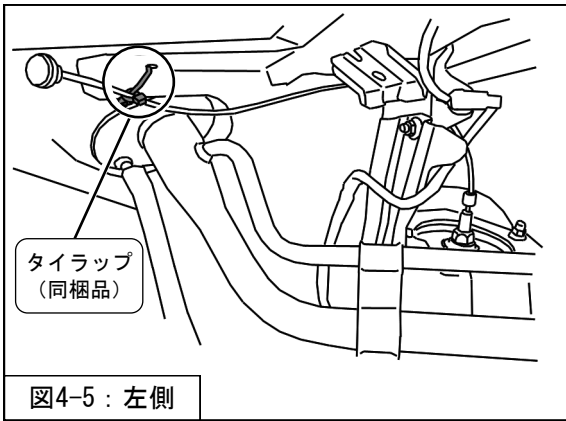
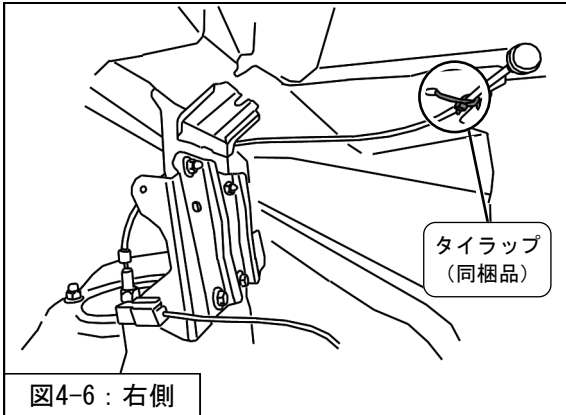

図4-5 : 左側
図4-6 : 右側
7. ケーブルを図のように取り回して、タイラップ (同梱品) で固定してください。(図4-5・図4-6)